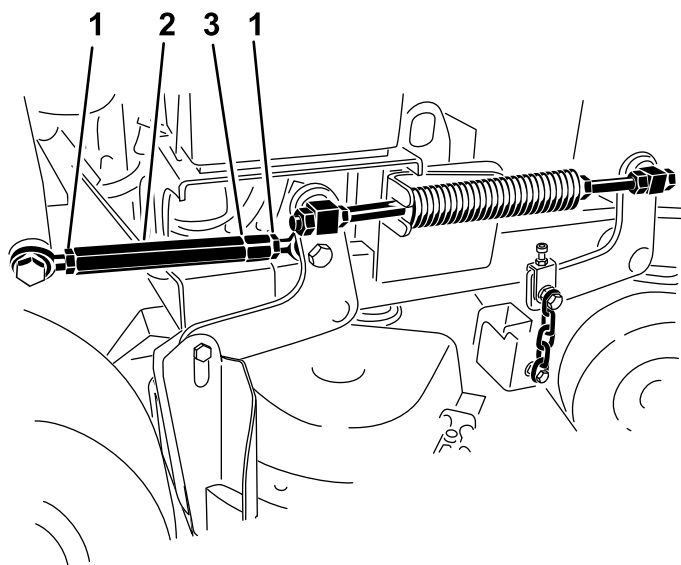

Figura 83
- Desaperte as porcas de bloqueio que estão em ambas as extremidades do tensor (Figura 83).
Nota: A extremidade do tensor com a ranhura maquinada tem rosca esquerda (Figura 83).